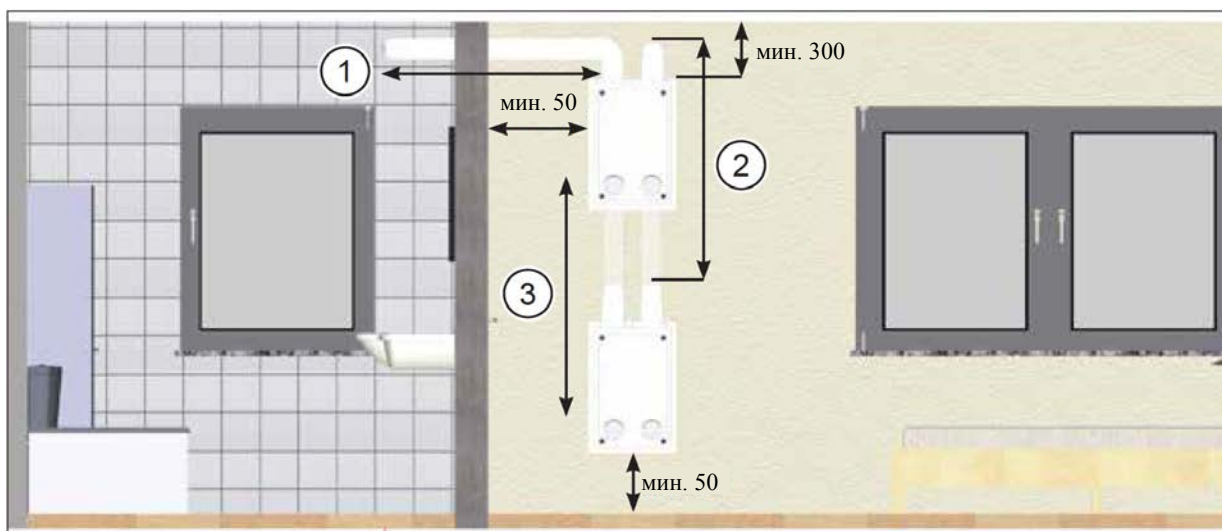
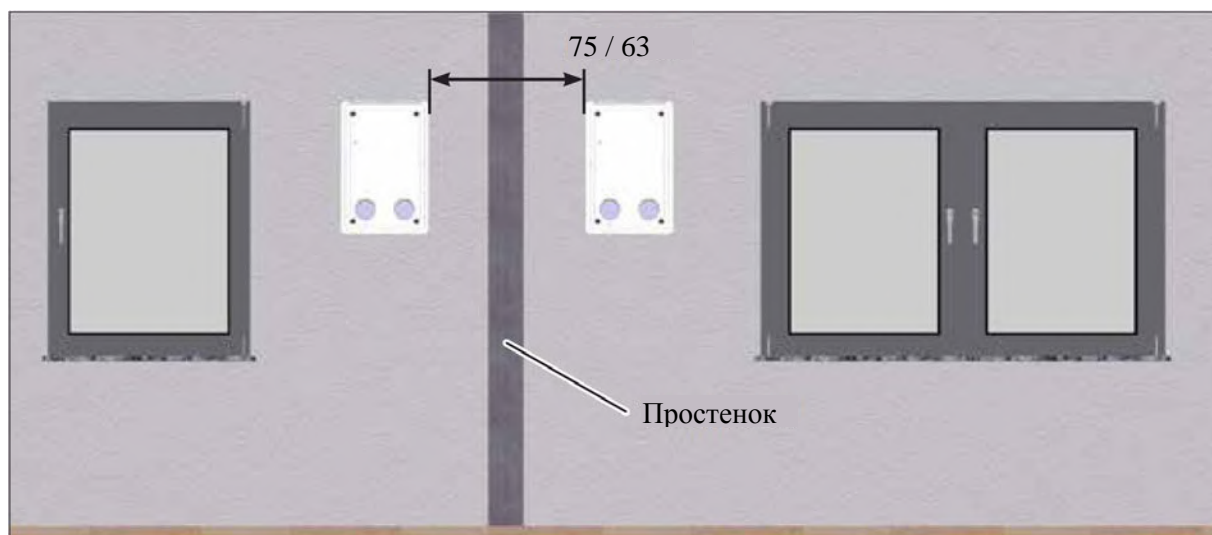

Рис. 4: минимальные расстояния и варианты расположения монтажного комплекта M-WRG-II M-U², размеры в мм
Рис. 5: боковой минимальный отступ между двумя монтажными комплектами, размеры в мм
- Монтажный комплект должен быть установлен таким образом, чтобы отверстия для гибкой трубы и плоского канала были направлены вверх (см. рис. 4).
- Система плоских каналов обеспечивает большую свободу размещения отверстий вытяжного и приточного воздуха, а также монтажного комплекта. При необходимости отверстия можно делать с определенным смещением непосредственно на монтажном комплекте или горизонтально (поз. 1 на рис. 4) или вертикально (поз. 2 на рис. 4). Таким образом, монтажный набор можно расположить по-разному (поз. 3 на рис. 4).
- ▶ Следите за минимальными отступами (см. рис. 4 и рис. 5):